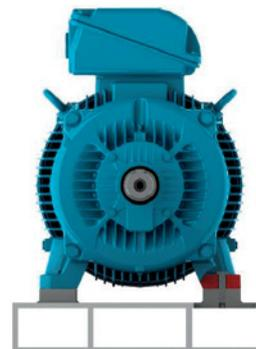

Рисунок 6.3 - Двигатель на металлическом каркасе
- Металлические каркасы: чаще используются для небольших электродвигателей (см. Рисунок 6.3).